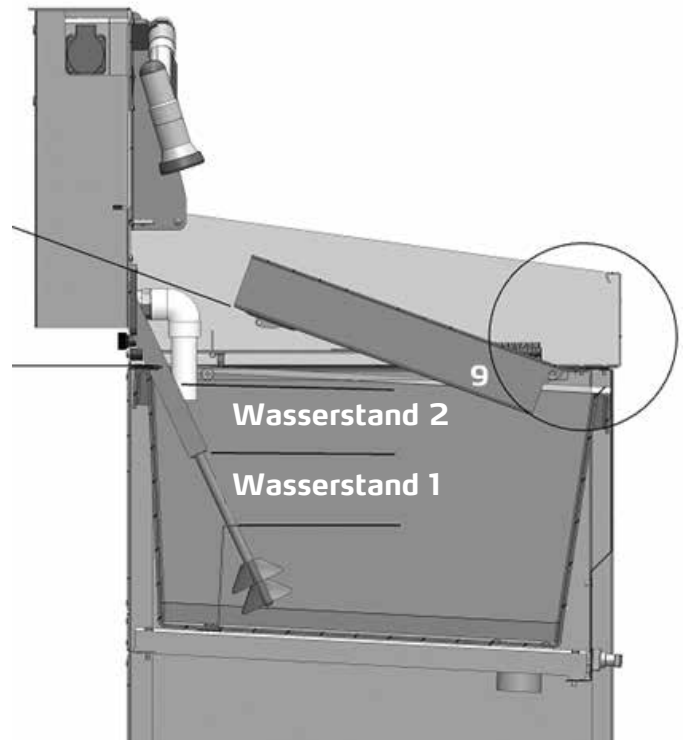

Abb. 4
- Reinigen der Walzen im Walzen-Vorwaschbecken (Waschbecken optional = Zubehör) (9) Abb. 4
Bevor das Waschwasser dann im weiteren Betrieb aufbereitet werden kann, muss ein Mindest-Wasserstand vorhanden sein (Wasserstand 1) Abb. 4.
Siehe Abbildung 4. Das Becken wird mit den Aufnahmeklappen (9) schräg, in einem Winkel von etwas 20° in auf die Aufnahmeflächen aufgesteckt.